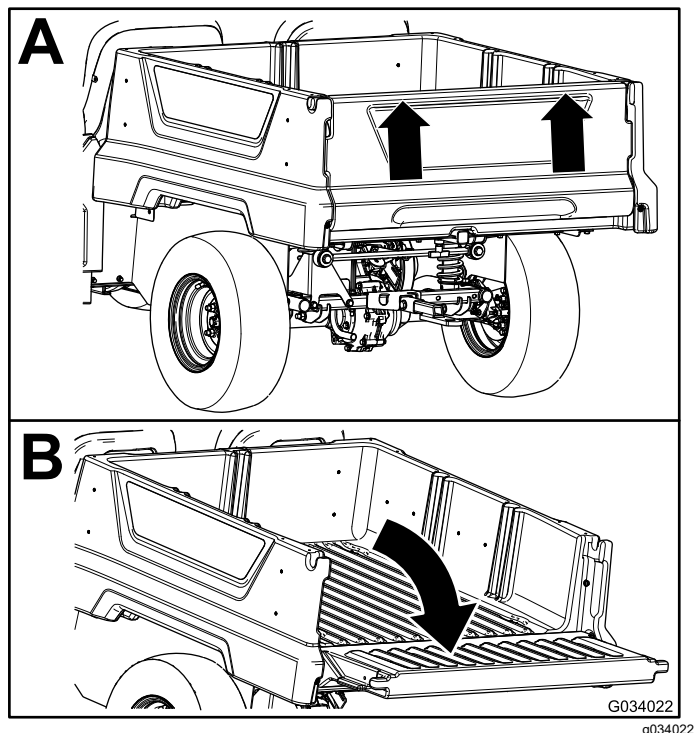

Figura 17
2. Cu ambele mâini, ridicai oblonul spate cu ajutorul marginii de lângă partea superioară a oblonului spate (Figura 17).
3. Coborâți oblonul spate până când acesta este la același nivel cu partea inferioară a platformei de încărcare (Figura 17).